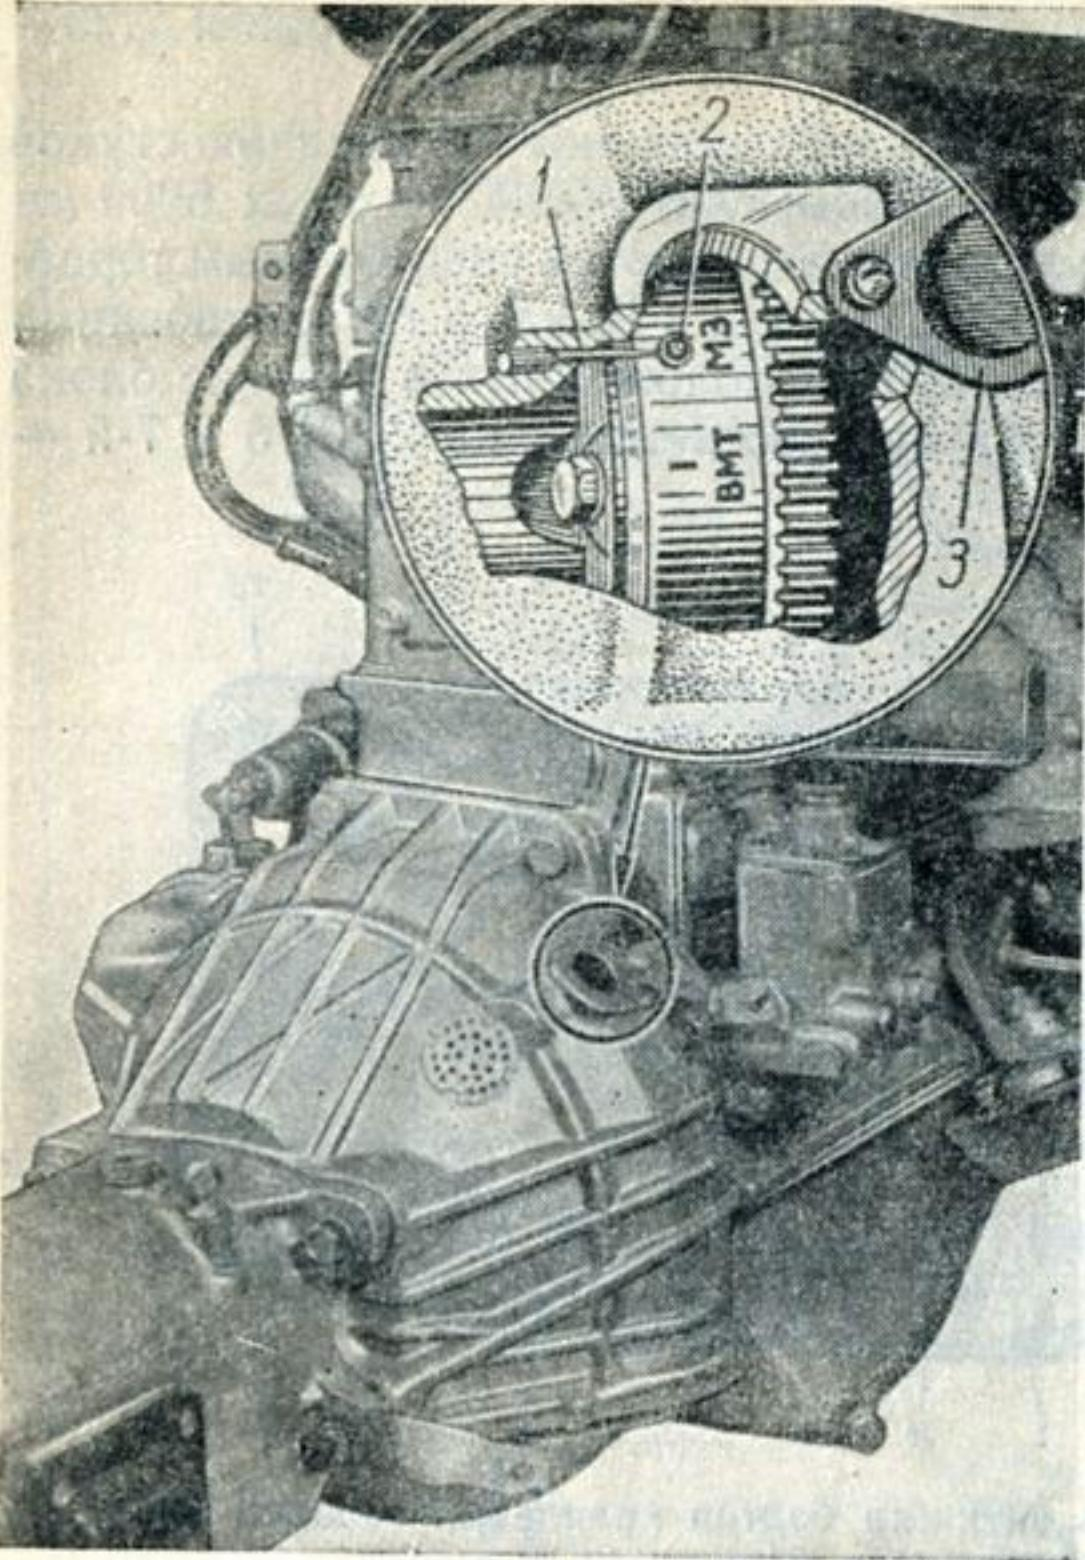

Рис. 32. Смотровое окно в картере сцепления и установочные метки на ободе маховика:
- Ставят поршень первого цилиндра (считая от радиатора) в верхнюю мертвую точку (в. м. т.) такта сжатия (оба клапана закрыты), повернув пусковой рукояткой коленчатый вал двигателя так, чтобы метка, нанесенная на ободе маховика — черта с обозначением ВМТ (рис. 32) — совместилась с острием 1 штифта, закрепленного в смотровом люке картера сцепления*.
* С целью показать обе установочные метки, имеющиеся на ободе маховика, на рис. 32 с острием штифта 1 совмещена метка МЗ (момент зажигания), а не метка ВМТ.